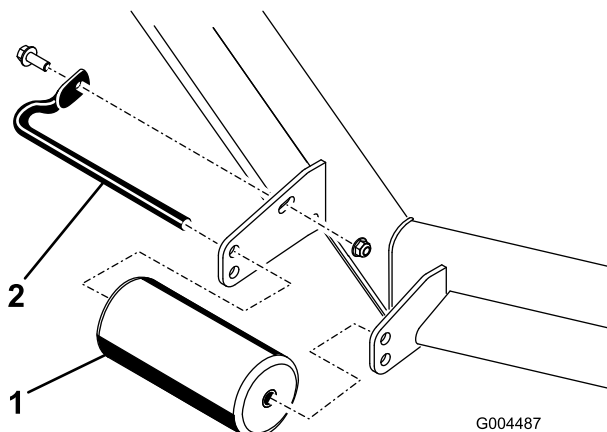

Figure 24
4. Retirez les fixations de chaque galet sur le plateau de coupe et montez ou abaissez les galets selon le cas ; reportez-vous aux Figure 24 à Figure 28 selon ce qui convient à votre tondeuse.